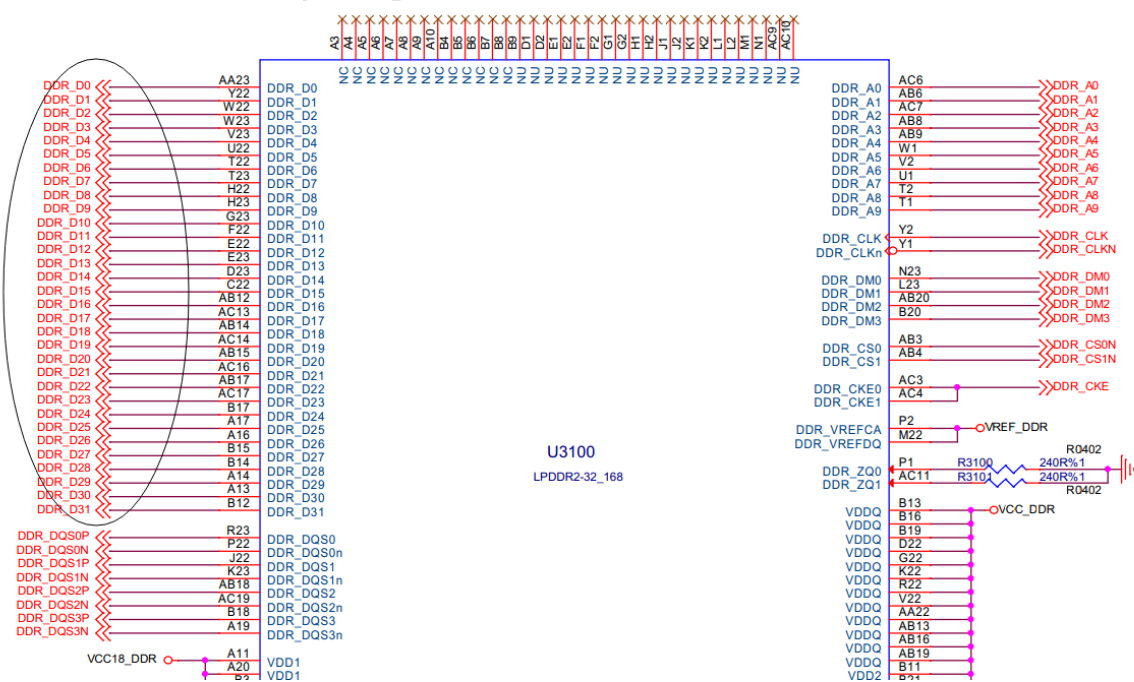

图 7-2
- 如果使用 LPDDR2, GROUP A 不能做组内及组间调换, 要求一一对应连接到颗粒的 D0~D7; 其余数据线 (GROUP B、C、D) 可以做组内调换 (如 DDR0_D8~D15 随意调换顺序), 或者是整组间调换 (如 GROUP B 与 GROUP C 整组进行调换); 如图 7-2 所示。